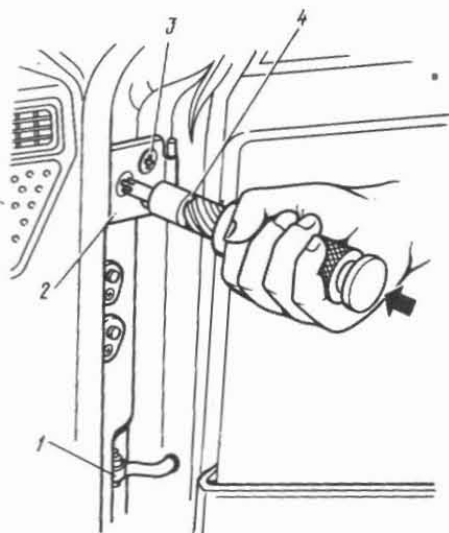

Fig. 8-1. Desmontaje de la puerta:
Extraiga el bulón de sujeción del limitador 1 (fig. 8-1) y desacople el limitador del montante.
- trace el contorno de las bisagras 2 (fig. 8-1) en el montante de la carrocería;